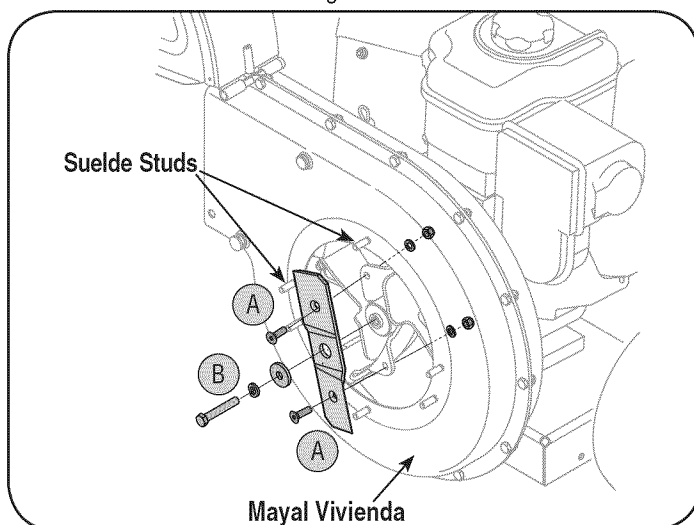

Figura 15
B. Saque el perno hexagonal, la arandela de seguridad y la arandela plana para liberar totalmente la cuchilla de la trituradora. Vea la Figura 15.